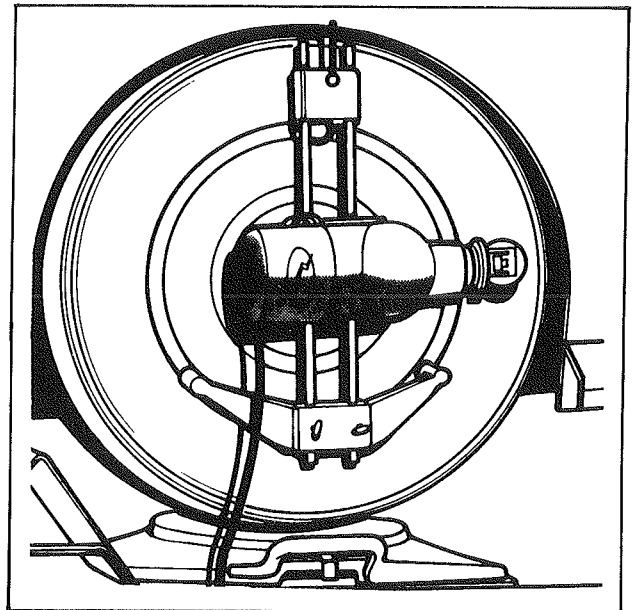

Fig. 1
- Disposer les appareils de réglage de train AV (Fig. 1) et (Fig. 2)